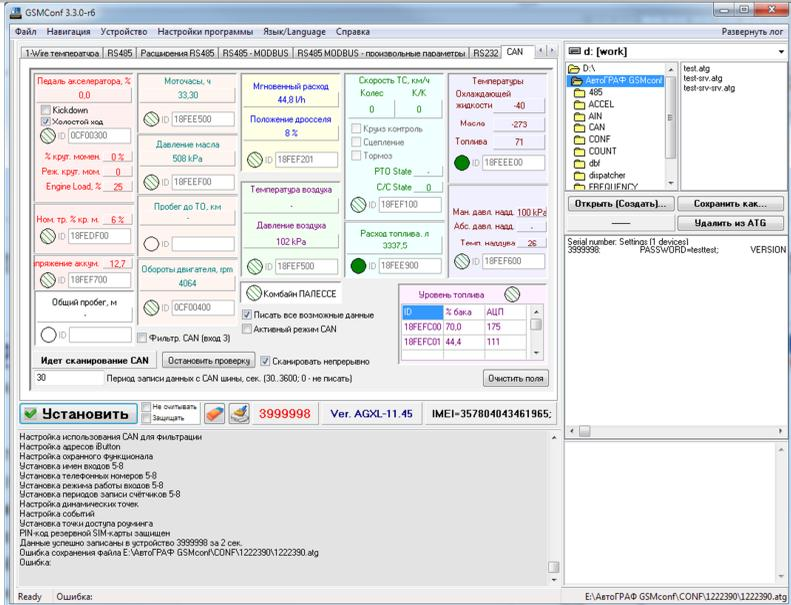

Рис. 5 – Проверка работоспособности устройства.
- 6) Перейти на вкладку CAN (см. рис. 5).
- 7) Нажать на кнопку «Запуск сканирования» (или «Начать проверку», в зависимости от версии программы). Убедиться, что контроллер «АвтоГРАФ-GSM» получил данные по шине CAN (должны загореться зеленые индикаторы на вкладке и отобразиться расшифрованные данные, см. рис. 5).